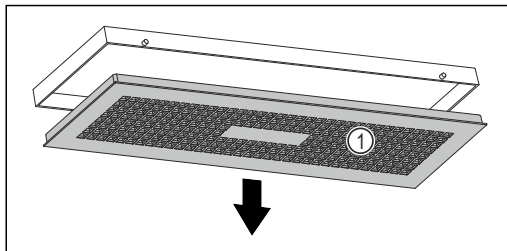

Fig. 161
- Boks za vodo počasi obrnite navzdol in pri tem držite pokrov Fig. 161 (1).
- Odstranite pokrov Fig. 161 (1).